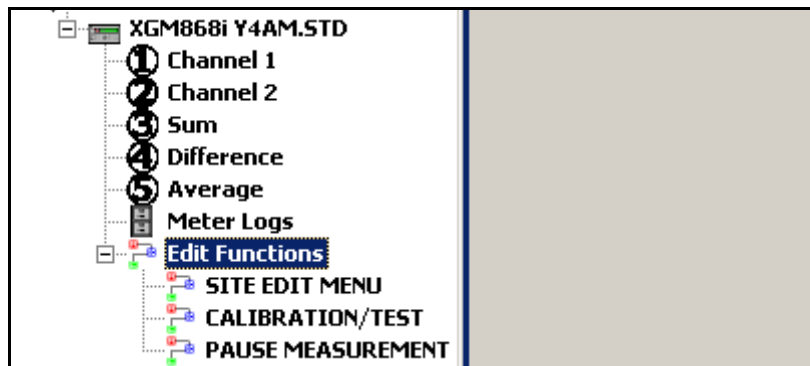

Рис. 9: Меню опций в *Edit Functions*
4. Разверните параметр *Edit Functions*. Появится окно, сходное с представленным на *рис. 9* внизу.